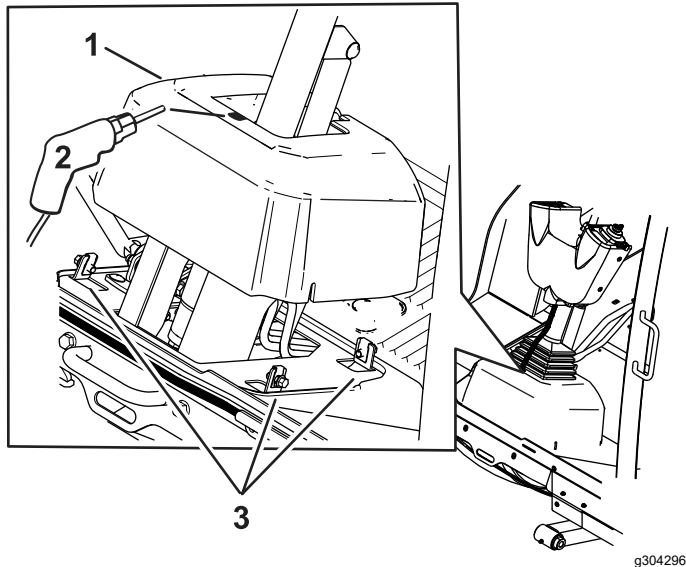

Figure 8
8. Desserrez les boulons autour de la base de la colonne de direction (**Figure 8**).
9. Élevez la base et percez un trou de 22 mm comme montré à la **Figure 8**.